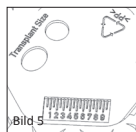

Bild 5
■ **Bild 1b/5** De inarbetade mallarna på tolkskivans baksida (Bild 1b) visar transplantatets minimistorlek för underfodring av trumhinnan (Bild 5).
■ **Bild 5** Millimeterskalan är till för allmänna jämförande mätningar, som kan vara till hjälp i samband med en operation av mellanörat. I princip kan baksidan också användas som förvaringsplats eller preparationsfält för olika förlopp, som t.ex. transplantatbearbetning eller mellanlagring.